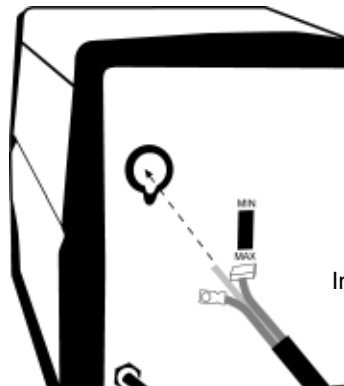

Figure 5. Installation du chalumeau
4. Insérez le fil de chalumeau dans le passe-fil du chalumeau, sur la surface de la soudeuse (voir la figure 5).